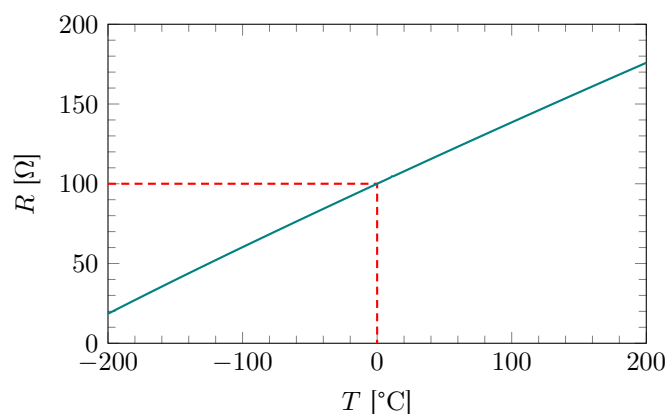

Abbildung 7: Darstellung der **tabellierten $R(T)$ -Werte** eines Pt100-Widerstands.
Pt100: Laden Sie sich vorab den Pt100 Datensatz herunter und nehmen Sie eine lineare Anpassung $R(T) = R_0 + m \cdot T$ der Daten vor, vergleiche Abb. 7. Sie werden im Laufe dieses Versuchs die Parameter R_0 und m benötigen.
- 🔗 Berechnen Sie den Widerstand des Temperatursensors nach dem ohmschen Gesetz und zeigen Sie den entsprechenden Wert an. Rechnen Sie den Wert anhand Ihrer **vorbereiteten linearen Anpassung des Pt100 Datensatzes** in eine Temperatur um (linearen Zusammenhang zwischen R und T ausnutzen, siehe Abb. 7) und zeigen Sie die gemessene Temperatur in °C an.